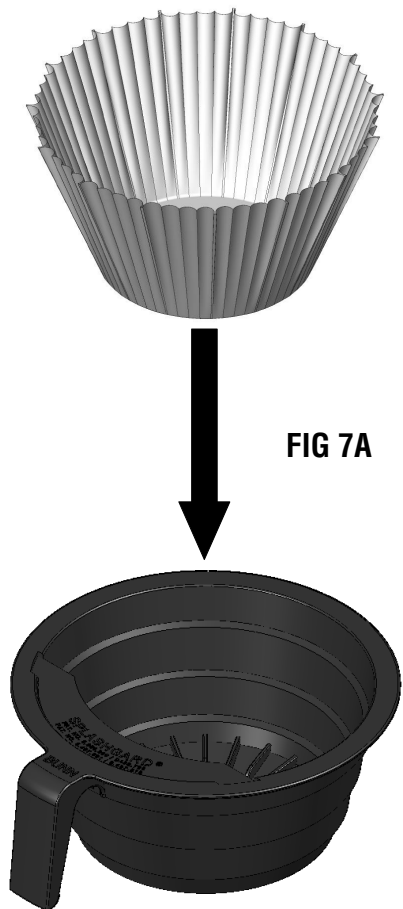

FIG 7A
2. Introduzca un filtro BUNN en el embudo. (FIG. 7A)